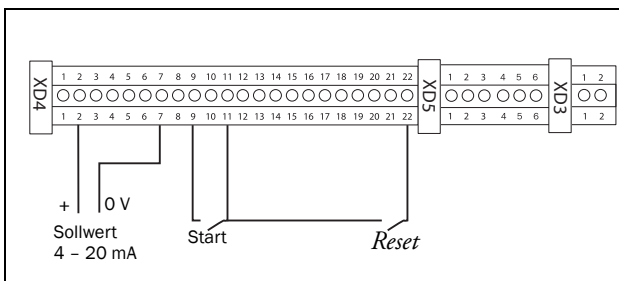

Abb. 22 Verkabelung
5. Schließen Sie die digitalen und analogen Ein-/Ausgänge gemäß Abb. 22 an.